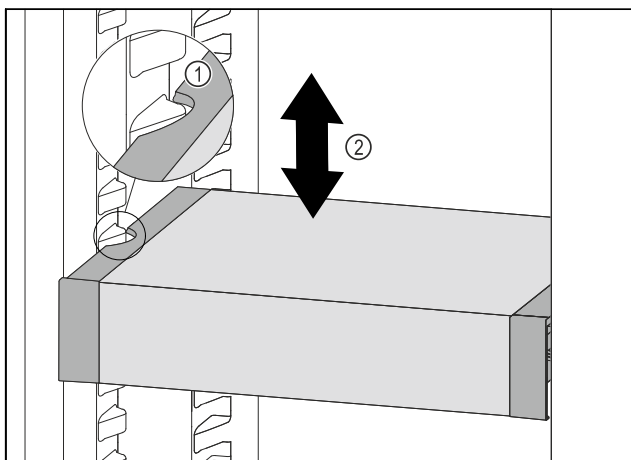

Fig. 111
- ▶ VarioSafe ťahajte dopredu, dokým sa bočné vybrania VarioSafe nebudú nachádzať vo výške rebra nádoby v chladničke. Fig. 111 (1)
- ▶ VarioSafe v chladničke presúvajte nahor alebo nadol, dokým sa dosiahne požadovaná výška. Fig. 111 (2)